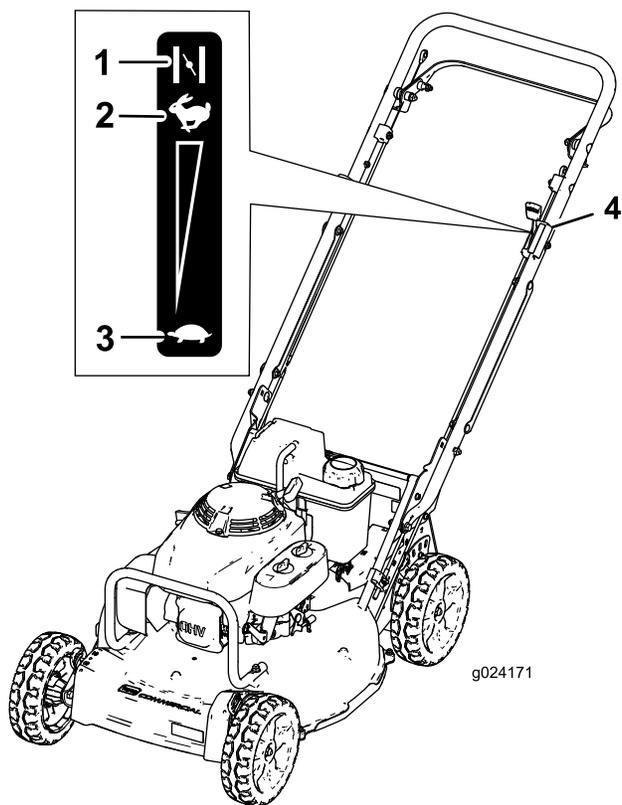

Figura 17
3. Mueva la palanca de control del acelerador a la posición de ESTÁRTER (Figura 17).
6. Cuando el motor arranque, mueva la palanca de control del acelerador a la posición de RÁPIDO (Figura 17).